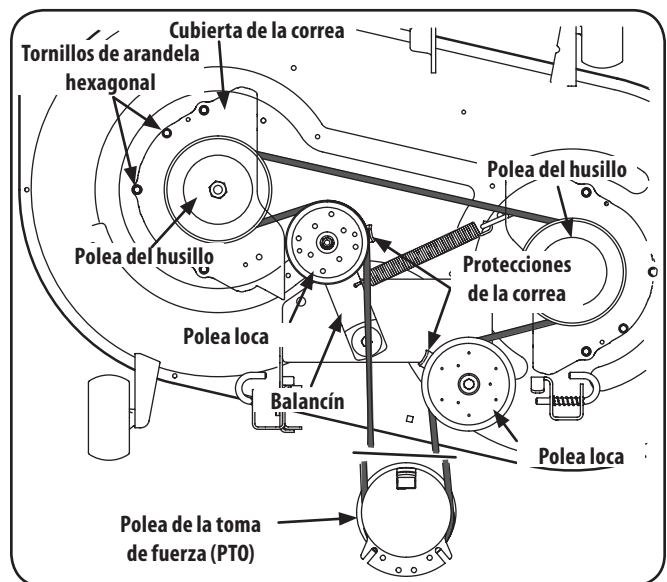

Figura 7-7
- Retire los tornillos de arandela hexagonal que sujetan las cubiertas de las correas a la plataforma. Consulte la Figura 7-7.
5. Instale la nueva correa alrededor de las poleas del husillo tal como se muestra y reinstale las cubiertas de las correas. Consulte la Figura 7-7.
7. Coloque la correa como se indica en la Figura 7-7 y vuelva a instalar la plataforma.